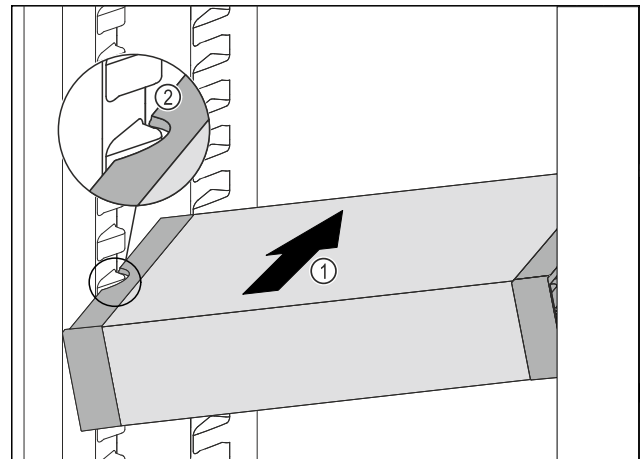

Fig. 143
- ▶ VarioSafe schräg in das Kühlteil einschieben Fig. 143 (1), bis sich die seitlichen Aussparungen Fig. 143 (2) des VarioSafes auf Höhe der Behälterrippe im Kühlteil befinden.